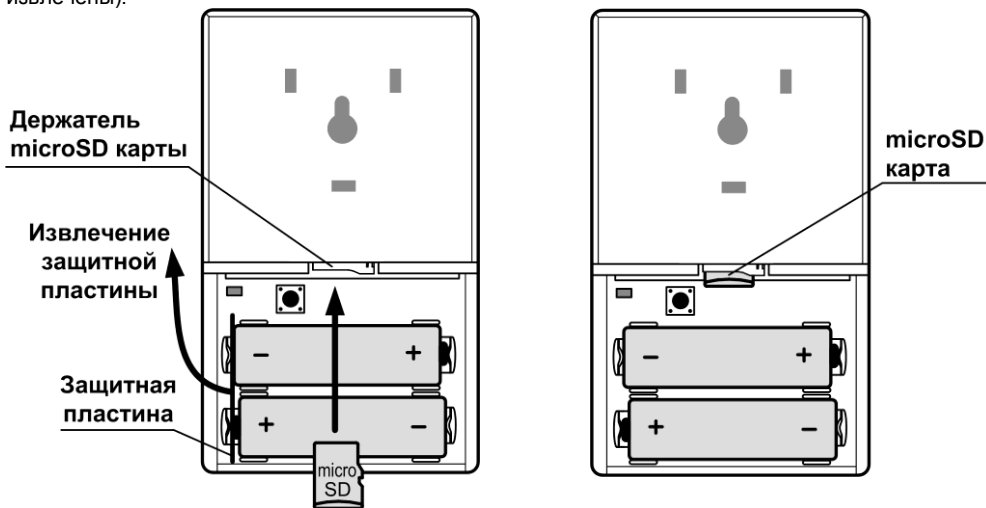

Рис.6 Установка SD карты, извлечение защитной пластины
2. Убедитесь, что SD карта установлена правильно, в соответствии с рис.6б, либо установите SD карту (если не установлена) как показано на рис.6а, вставив в держатель до упора.
3. Включите питание сигнализатора – извлеките защитную пластину из контактов батарей питания (см. рис.6) или установите батареи питания, соблюдая полярность (если они были извлечены).